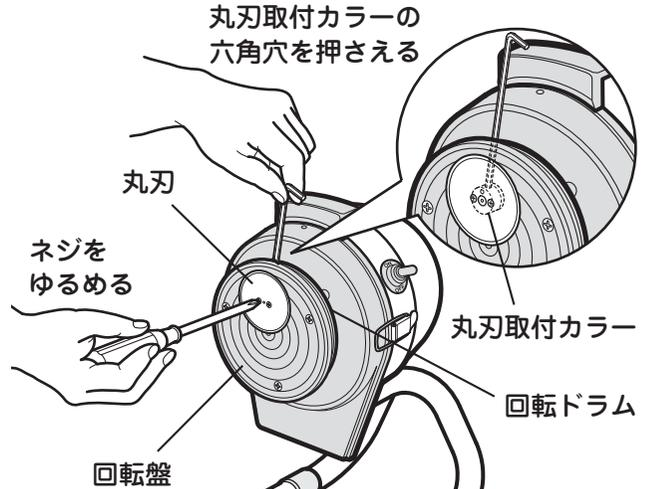

図1
- ② 丸刃が回らないように丸刃取付カラーの六角穴(イモネジ)に付属の六角レンチを差し込んで押さえてください。(図1)
- ③ 付属のドライバーで丸刃のネジ2本をゆるめてください(図1)